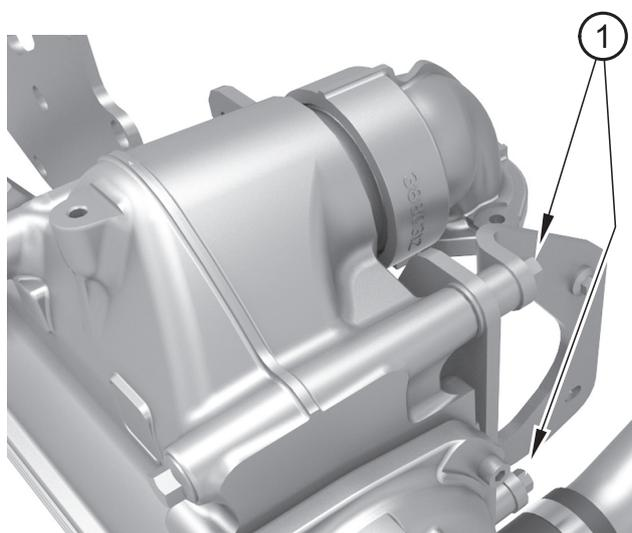

Figura 23
4. Rimuovere i bulloni che bloccano il gruppo sul retro (figura 23 voce 1).